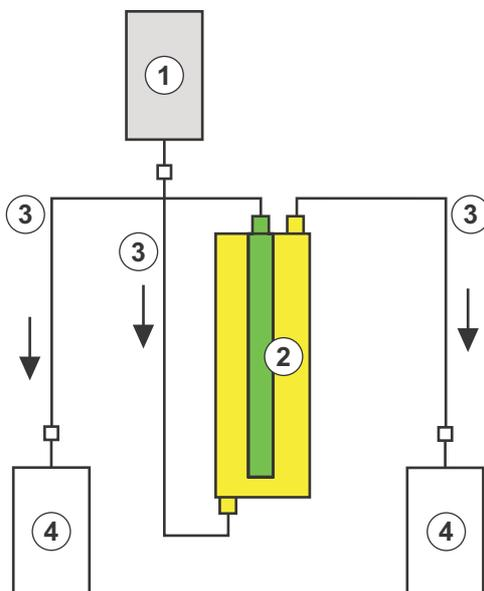

Abb. 6-2 Aufbau zum Spülen des Präzipitatfilters
Materialien: siehe Legende zu Abb. 6-2
2. Die anderen Verbindungsleitungen und die Leerbeutel, wie in Abb. 6-2 dargestellt, mit der oberen präzipitat- und filtratseitigen Öffnung des Filters verbinden und die Leitung auf der Filtratseite abklemmen.